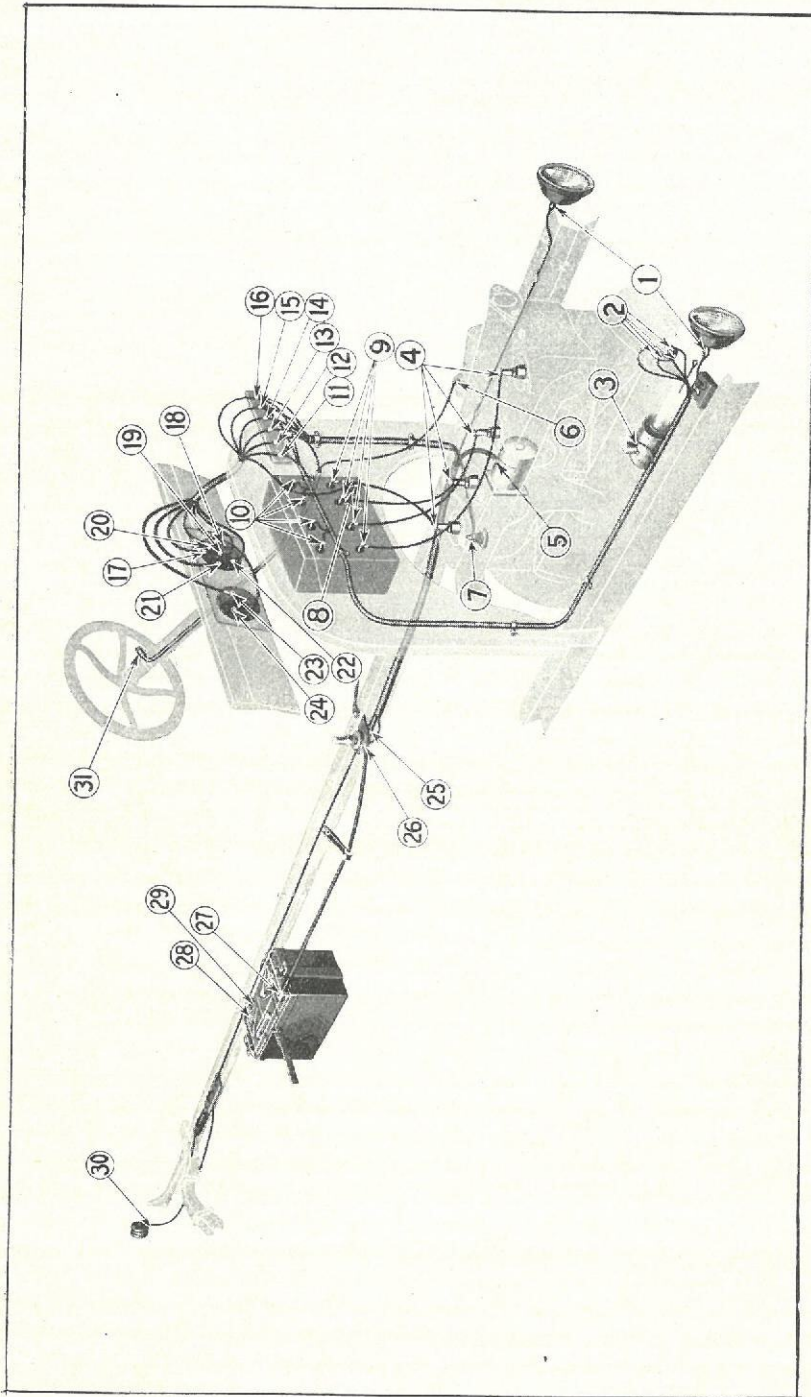

Fig. 498
- 988** Hvis der ingen Gnist kommer, naar Startkontaktens Polskruer kortsluttes som beskrevet i Par. 983, saa skyldes Fejlen løse eller snavsede Forbindelser. Undersøg Forbindelsen paa Startmotorens Polskrue (Nr. 5 paa Fig. 498), Startkontaktens Polskruer (Nr. 25 og 26), Batteriets positive og negative Pol (Nr. 27 og 28) og Jordforbindelsen paa Rammen (Nr. 29). Hvis Forbindelserne er rene og faste, hidrører Fejlen fra Startmotoren, og det vil da være nødvendigt at udtage Startmotoren og prøve, om den er kortsluttet eller har Forbindelse til Jord, eller om Akselbøsningen klemmer paa Ankerakslen, som beskrevet i Kapitel XXXVII.
- 990** Hvis Fejlen synes at ligge i Tændingssystemet, udtages og undersøges Strømfordelerdaasen og Fjederen som beskrevet i Par. 1003. Hvis Strømfordeleren er i Orden, undersøges Magnet og Batteriledninger, Kabelsko og Kontaktskruer (Nr. 12 og 13 paa Fig. 498). Undersøg ogsaa Kontaktkablet (Nr. 8), Fordeler-Polskruen paa Spoleskruerne (Nr. 10) samt de to loddede Forbindelser paa Kontakten til Vibratorbroen, Traaden i Magnet-spolehuset og Batteritraaden, Tændingstraaden og Magnetkabelskoene — Numrene 18, 19 og 20 — paa Bagsiden af Kontakten. Disse skal være rene og tætte. Hvis Fejlen ikke skyldes løse eller snavsede Forbindelser paa disse Punkter, kortslut da med en Tang Tændkablet 19 og Batteriet 18 paa Bagsiden af Kontakten og tryk derpaa Startkontakten ned. Hvis Motoren starter, ligger Fejlen i Kontakten, og en ny bør paasættes.
- 991** Hvis Motoren ikke starter, naar den drejes hurtigt rundt ved Startsvinget og med Kontakten staaende paa »MAG«, saa prøves Tændrørene som beskrevet i Par. 989 for at afgøre, om Fejlen ligger i Tændings- eller Brændselssystemet. Hvis det synes som om den ligger i Tændingssystemet, undersøg da Magnetkontakten. Medens en Hjælper drejer Startsvinget, kortsluttes Magnetkontakten (Nr. 7 Fig. 498) ved at anbringe en Tang eller en Skruetrækker mellem Kontakten og Transmissionsdækslet og bevæge den frem og tilbage paa Dækslet, til der faas en god Forbindelse. Hvis der fremkommer en god Gnist, er Magneten i Orden (se Par. 999). Hvis der ingen Gnist kommer eller kun meget svag, aftag da Magnetkontakten og undersøg Kontaktfjederen for at se, om den ikke er slap eller knækket eller om der er Snavs eller fremmede Legemer mellem Kontakten og Kontaktfjederen. Anbring Kontakten igen og kortslut den med Dækslet. Hvis der stadig ingen Gnist kommer eller i hvert Fald kun en svag Gnist, hidrører Fejlen enten fra et for stort Endeslør i Krumtappen, svag Magnetisering eller fra Overgang til Jord eller Kortslutning i Magnetpolesystemet.
- 993** Hvis Krumtapakslen ikke har noget Endeslør af Betydning, prøves Magnetstyrken. En nem Maade at prøve en svag Magnet paa, der er anbragt i en Vogn uden Batteri, er at trække den ene af Ledningerne fra et 6 Volts Batteri eller fra tre, fire Tørelementer til den venstre Polskrue paa Fordelingspladen (Nr. 11 Fig. 498), naar man staar med Front mod Forsiden af Instrumentbrættet, og den anden Ledning til en eller anden Metaldel paa Motoren. Drej Tændingsnøglen til højre istedet for til venstre og prøv at starte Motoren. (Paa Vogne forsynede med Selvstarter drejes Kontaktnøglen paa »Bat«).
- 999** Hvis en Gnist opstaar ved Kortslutning af Magnetkontakten, som beskrevet i Par. 991, aftages Strømfordeleren og denne og Fjederen undersøges, som beskrevet i Par. 1003. Hvis Strømfordeleren er i Orden, undersøges alle Forbindelser paa Magnetkranen, Fordelingspladen og Kontaktbagsiden, som beskrevet i Par. 990, for at se, om de er rene og hele. Hvis Fejlen ikke skyldes en løs Forbindelse paa dette Punkt, anbringes en Tang mellem Kabelskruerne for Magnet og Induktionstraadene paa Bagsiden af Kontakten (Nr. 19 og 20 paa Fig. 498), medens Motoren drejes rundt. Hvis Motoren starter, ligger Fejlen i Kontakten, og en ny skal paasættes.